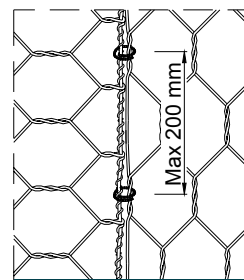

Рис. 6
- При больших объемах работ для ускорения процесса связки сопрягаемых панелей и диафрагм, мы рекомендуем использовать специальные степлеры для скрепления панелей и диафрагм металлическими кольцами (Рис. 6);